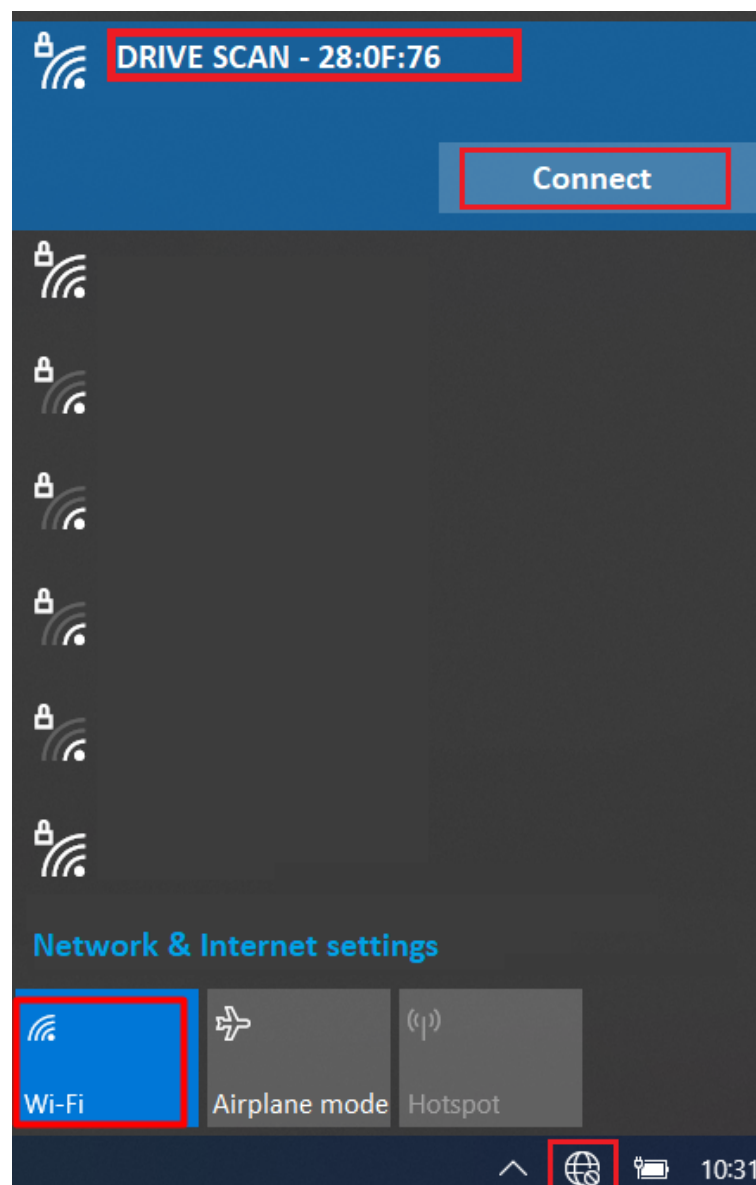

Figura 6.2: Conectando ao Drive Scan via Wi-Fi AP
Passo 1 Com o Drive Scan ligado e por perto, acesse a lista de dispositivos Wireless disponíveis (Windows), conforme a Figura 6.2. No caso ilustrado como exemplo, o ponto de acesso do Drive Scan tem a rede nomeada por “Drive Scan - 28:0F:76”.